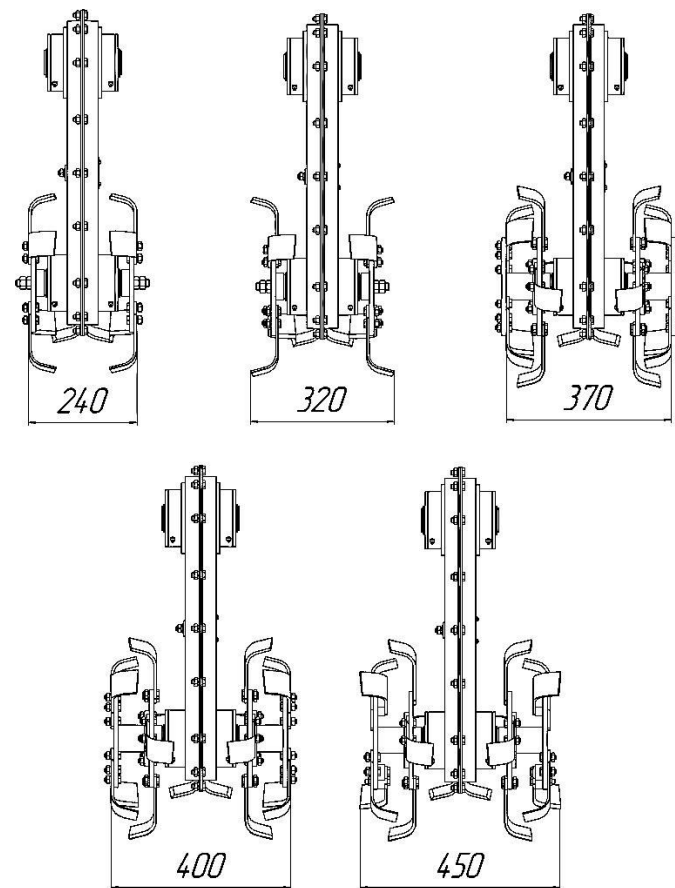

Рисунок 4 – Схема расстановки лопастей
4.1.6 Отрегулируйте требуемую ширину зоны обработки культиватора перестановкой лопастей согласно рис. 4.